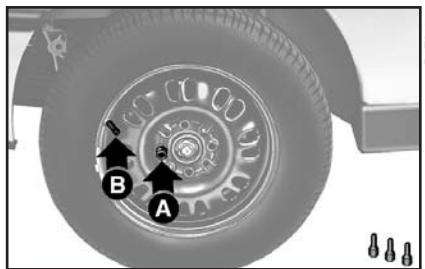

рис. 6
**9)** Вверните один из болтов **A** (рис. 6) в отверстие, расположенное напротив золотника **B**.